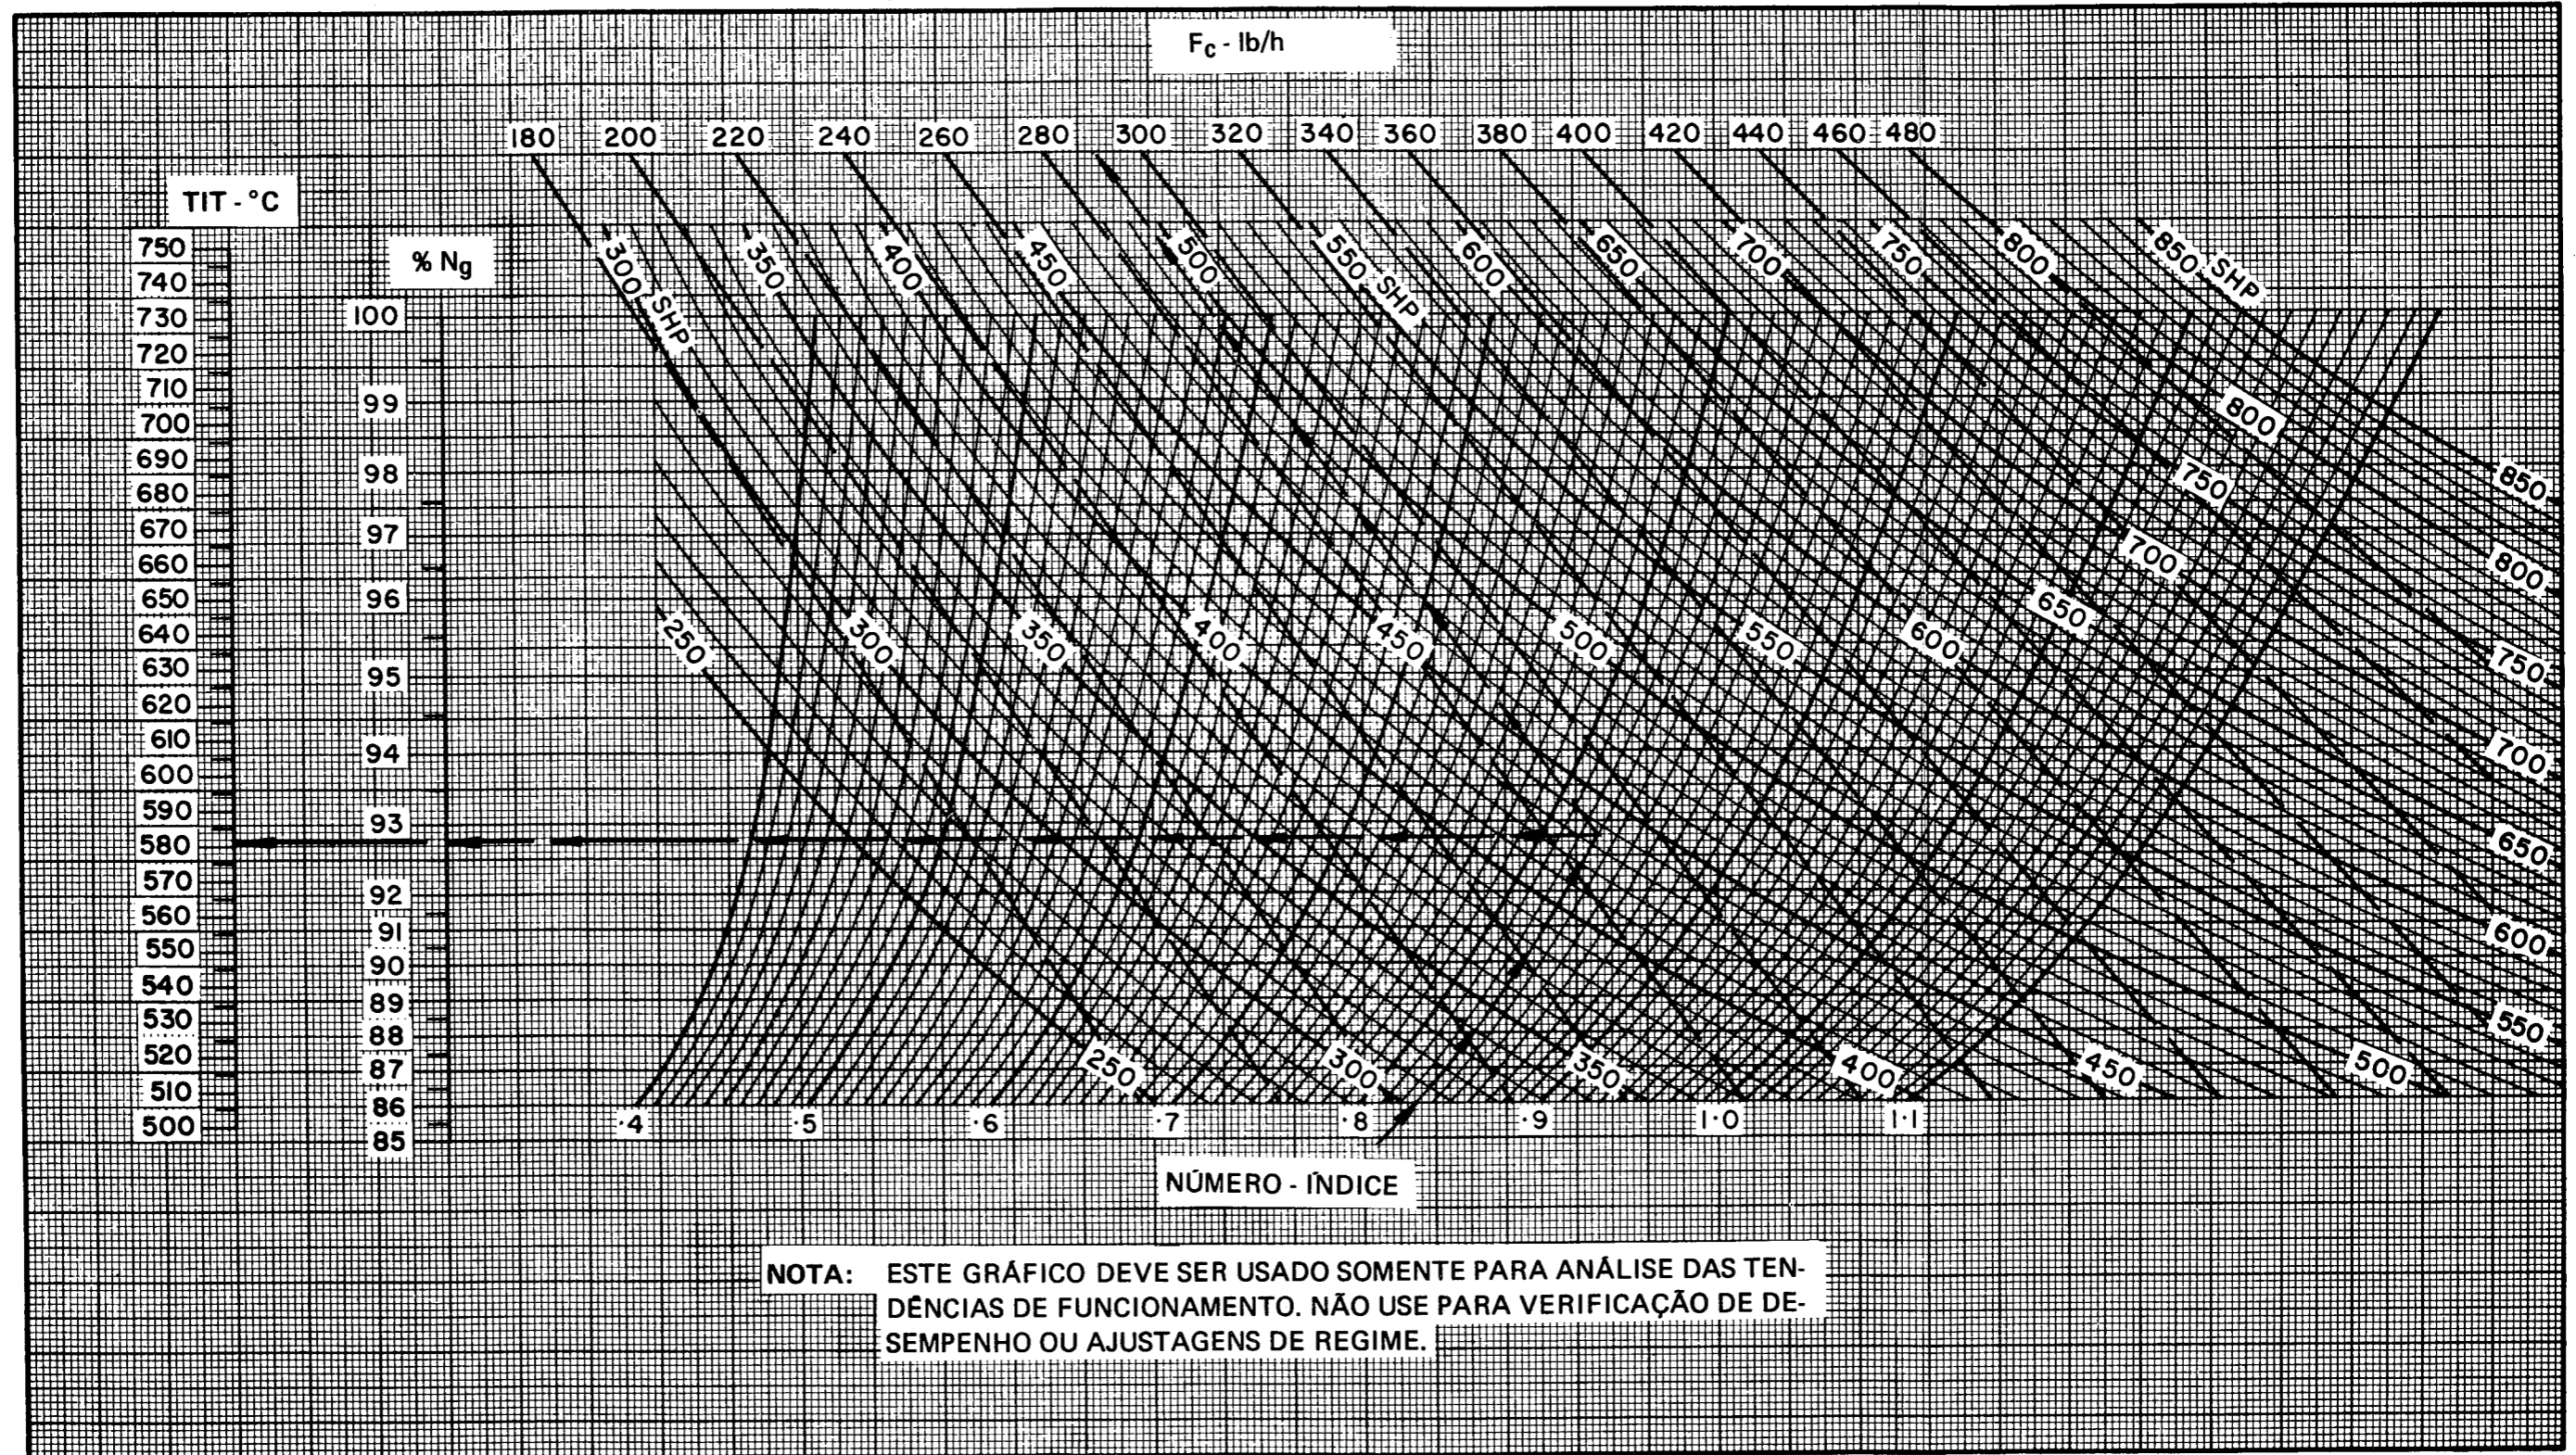

Figura 3-19. Análise das Tendências de Funcionamento do Motor - Obtenção da TIT, do Ng e do Fluxo de Combustível
4. Entre no gráfico da figura 3-19 com o número-índice obtido no passo 2 e com o SHP obtido no passo 3 e obtenha os seguintes valores teóricos:
A seguir, utilizando o gráfico da figura 3-19, localize na escala "NÚMERO-ÍNDICE" o ponto correspondente ao número-índice obtido: 0,83; suba com este valor no sentido indicado pela seta até interceptar a linha de 435 SHP.